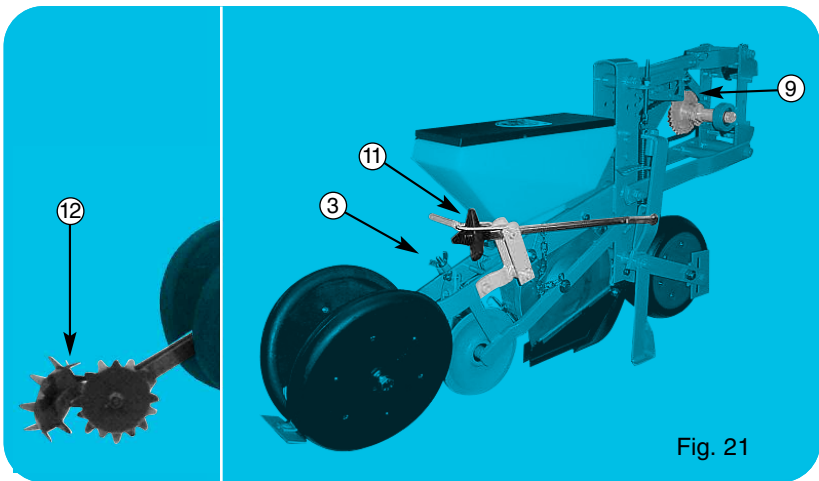

Fig. 21
- Fig. 21 : ⑩ Mise en terre balancier avec bielle agissant à la fois sur les roues, avant et arrière. Cet équipement s'adapte directement sur les éléments standards après avoir supprimé le levier ①.
- ⑪ Rotoherse réglable en hauteur par vis.
- Fig. 21 : ⑩ Tandemführung mit vorderen und hinteren Andruckrollen Diese Sonderausrüstung kann direkt an die Standardausführung montiert werden, wenn Sie den Hebel ① abschrauben.
- ⑪ Höhenregulierung der Krümmer mit einer Schraube.
- Fig. 21 : ⑩ Floating method of planting, acting on front and rear wheels. This equipment can be directly mounted on the standard units after having removed the lever ①.
- ⑪ Adjustment to the height of the crumblers by screw.